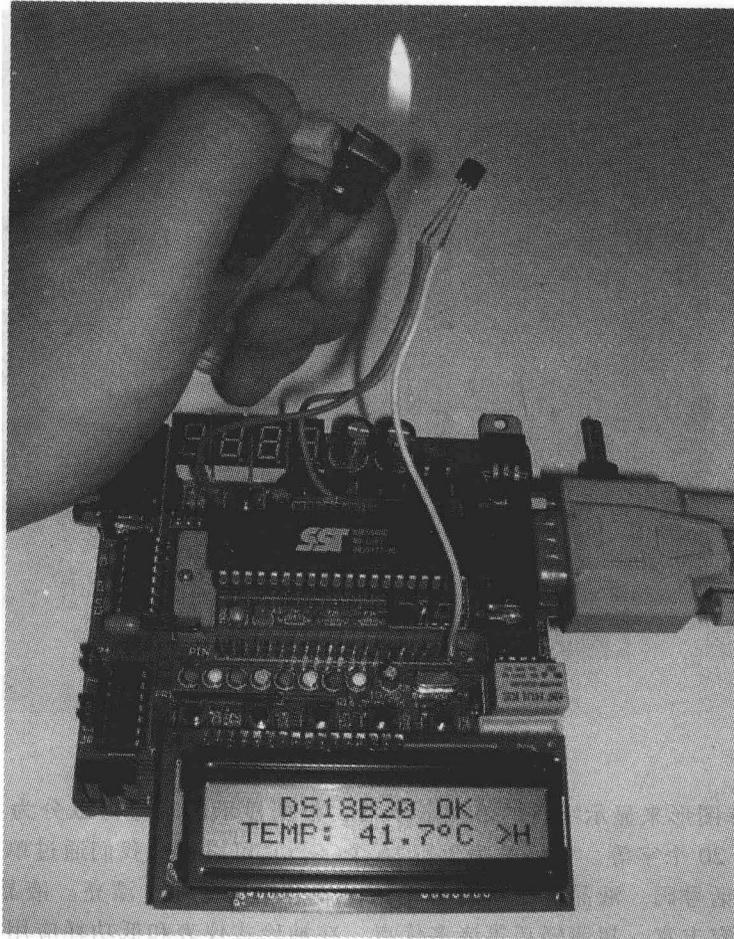
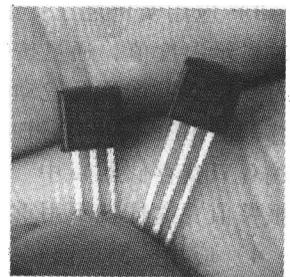

图 1-3 温度测试实例
图 1-4 DS18B20
3) 应用实例之三：如图 1-3 所示，这是一个温度测试及控制系统的应用实例。液晶屏实时显示温度值，通过按键设定温度报警上、下限数值。当实际温度超过上、下额定温度值时，继电器产生触发动作，蜂鸣器报警。人工设定的温度报警值自动存入 DS18B20 温度传感器的 EEPROM——Electrically Erasable (and) Programmable Read-Only Memory (电可擦可编程只读存储器) 中，可永久保存。每次开机时，自动从温度传感器的 EEPROM 读出温度报警值，这样就不用重复设置额定值了。图 1-4 所示为 DS18B20 温度传感器的实物图片。